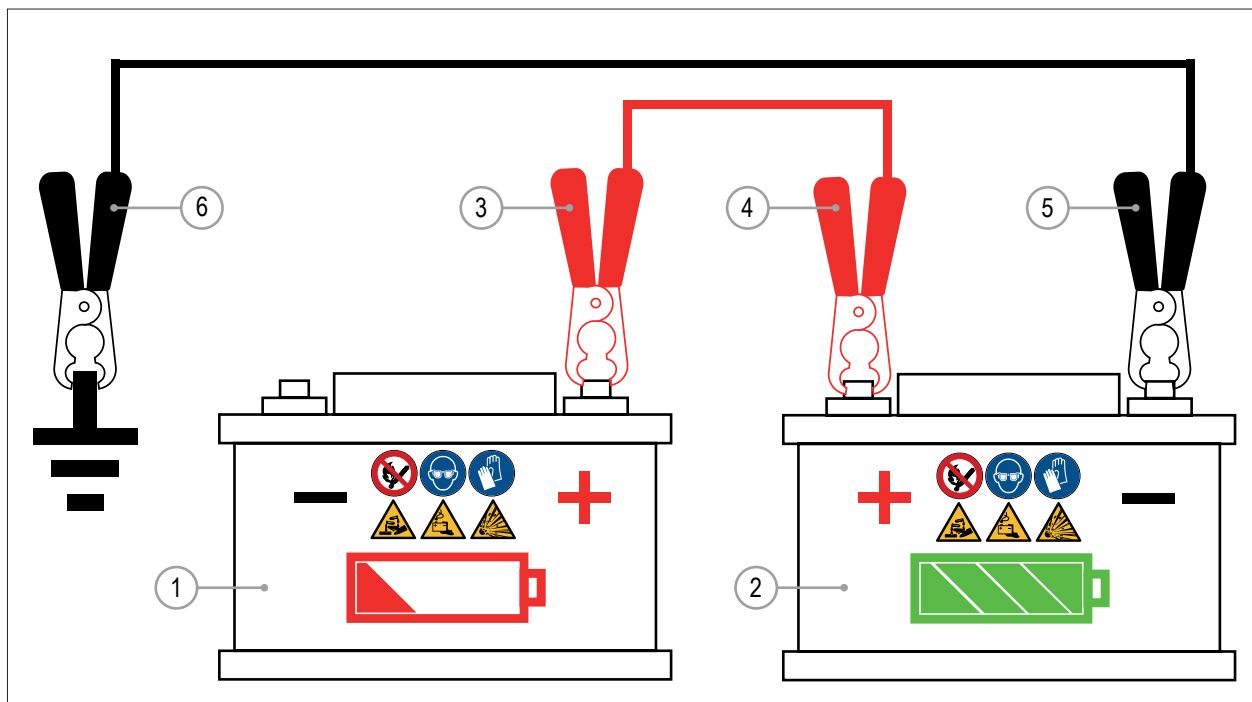

РИС. 41
Если аккумуляторная батарея машины (РИС. 41 - Сс. 1) неисправна, двигатель можно запустить с помощью вспомогательного аккумулятора и комплекта кабелей (см. РИС. 41).
- 3) Подсоедините положительный (+) кабель вспомогательного аккумулятора к положительной (+) клемме аккумулятора машины (РИС. 41 - Сс. 3). Возможно подключение к положительной клемме стартера (РИС. 47 - Сс. 4).
- 4) Подключите другой конец положительного (+) вспомогательного кабеля к положительному (+) полюсу вспомогательной аккумуляторной батареи (РИС. 41 - Сс. 4).
- 5) Подсоедините отрицательный (-) кабель вспомогательного аккумулятора к отрицательному (-) полюсу вспомогательного аккумулятора (РИС. 41 - Сс. 5).
- 6) Подсоедините другой конец отрицательного (-) вспомогательного кабеля к металлической части рамы машины или двигателя в отдалении от аккумулятора машины (РИС. 41 - Сс. 6).